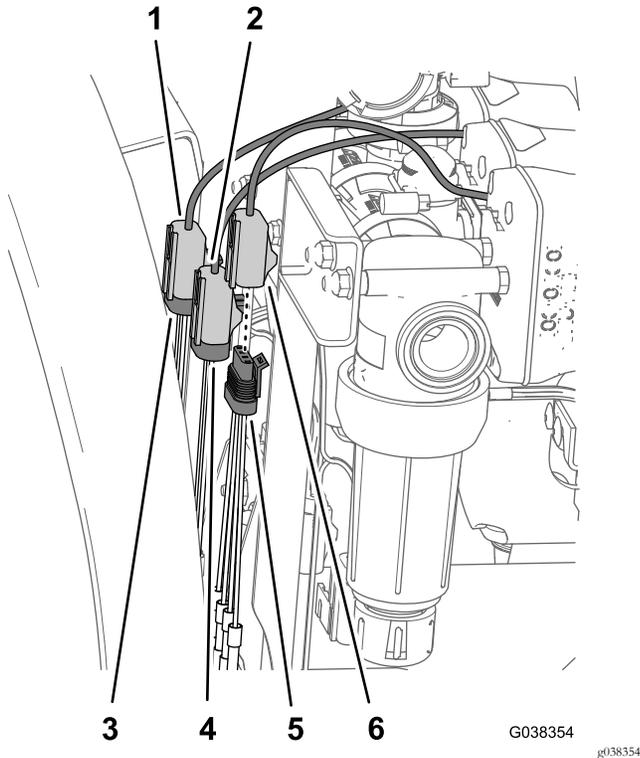

Figure 57
1. Branchez le connecteur à 3 broches du faisceau de vanne étiqueté MASTER SPRAY VALVE au connecteur à 3 douilles de la vanne de pulvérisation générale (Figure 57).
2. Branchez le connecteur à 3 broches du faisceau de vanne étiqueté AGITATION VALVE au connecteur à 3 douilles de la vanne d'agitation (Figure 57).
3. Branchez le connecteur à 4 broches du faisceau de vanne étiqueté RATE VALVE au connecteur à 4 douilles de la vanne de débit (Figure 57).